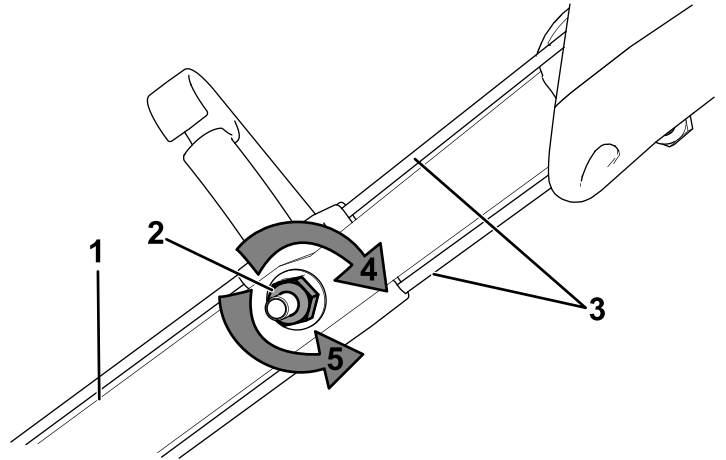

Figure 29
- Tournez l'écrou de réglage dans le sens antihoraire pour desserrer les réglages des câbles (Figure 29).
- Ajustez la tension des câbles (Figure 29) en les tirant en arrière ou en les poussant en avant puis en les maintenant à cette position.